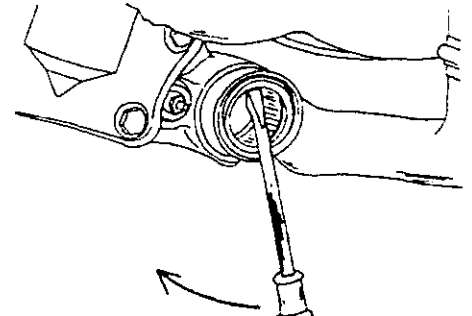

Рис. 239. Снятие сальника из продольного рычага с помощью отвертки.
• Вытащить отверткой сальник (Рис. 239). Если требуется, удалить также из отверстия втулку.